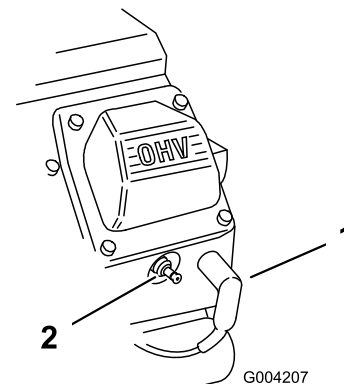

Figura 34
3. Desconecte los cables de las bujías (Figura 34).
3. Conecte los cables a las bujías (Figura 34).